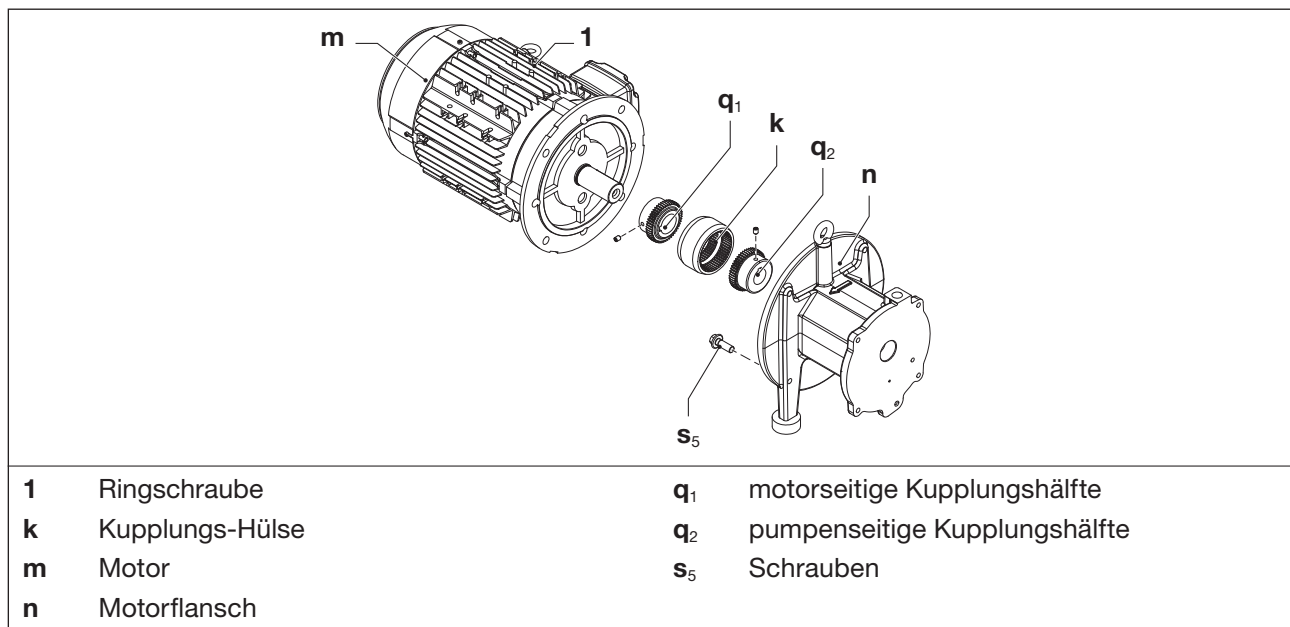

Abb. 10 Kupplung
Die Kupplungs-Hülse (Abb. 10/k) unterliegt einem Verschleiß und muss regelmäßig (mindestens 1 x pro Jahr) überprüft werden.
- a) Zur Überprüfung der Kupplung den Motor (Abb. 10/m) ausschalten und gegen Wiedereinschalten sichern.
- b) Die Ringschraube am Motor (Abb. 10/1) fest anziehen.
- d) Schrauben (Abb. 10/s5) am Motorflansch (Abb. 10/n) lösen.
- e) Motor mit motorseitiger Kupplungshälfte (Abb. 10/q1) vom Motorflansch (Abb. 10/n) axial abziehen und mittels Hebezeug aufhängen.
- f) Hülse (Abb. 10/k) auf Beschädigung und Verschleiß prüfen und gegebenenfalls tauschen.
- g) Hülse und Motor mit motorseitige Kupplungshälfte wieder axial aufschieben und mit den Schrauben (Abb. 10/s5) am Motorflansch (Abb. 10/n) befestigen. Anzugsmoment: 90 Nm